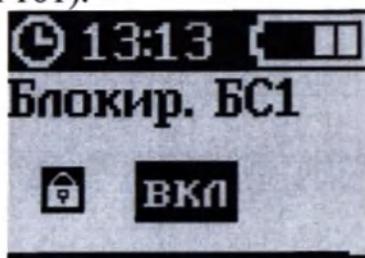

Рисунок 161 – Экран «БЛОКИР. БС1»
6. Кнопками «ВВЕРХ» и (или) «ВНИЗ» выбрать «ВКЛ» («ОТКЛ» для отключения блокировки) (рисунок 161).